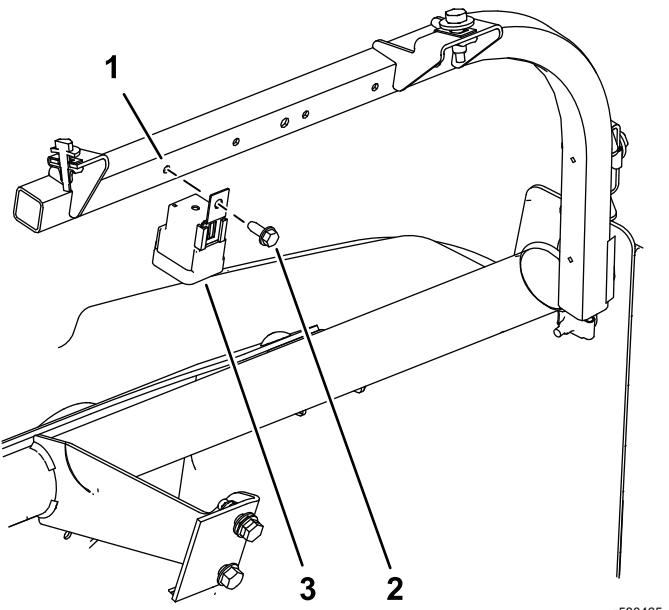

図 14
1. リレー (單一口座) をダッシュサポートチューブの左側に事前に開けられた穴にボルト (1/4 x 5/8") で取り付ける (図 14)。